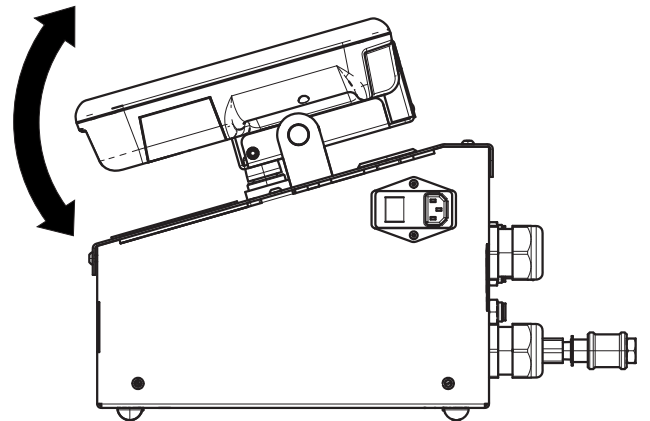

图 13
- 调整 ADM 的角度以获得更好的观察效果。参见图 13。